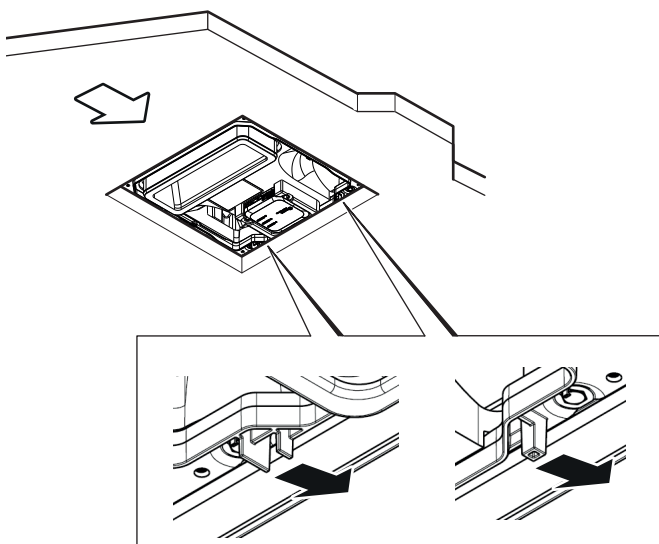

Figura 11
- ▶ Per l'allineamento, utilizzare i due naselli di posizionamento presenti sull'unità esterna come battuta di arresto anteriore (Figura 11). Quindi spostare l'unità esterna all'indietro fino a rendere accessibili i fori per le viti del telaio di montaggio.